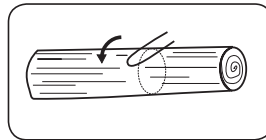

Abb. 12A
1. Bei Stamm, abgestützt der Gesamtlänge nach: Schneiden Sie von oben indem Sie darauf achten, nicht in den Boden zu schneiden (Abb. 12A).